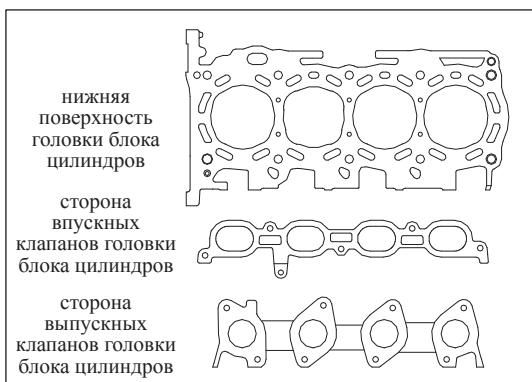

Рис. 12-3-10. Проверка плоскости головки блока цилиндров
- (2) Проверка головки блока цилиндров
- » Произвести измерение нижней поверхности, а также впускного и выпускного фланцев при помощи поверочной линейки и измерительного щупа, чтобы определить, имеет ли место коробление, см. рис. 12-3-10.